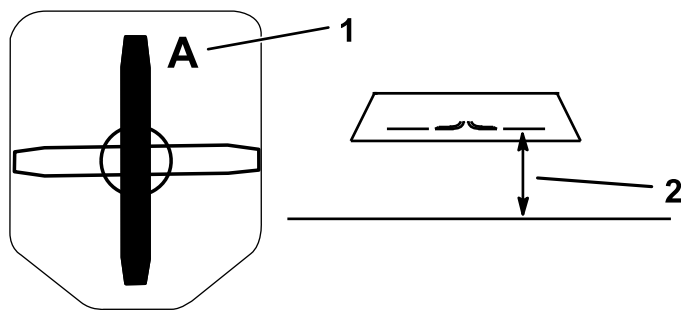

Figura 37
2. Misurate da una superficie piana al tagliente, posizione A, della lama (Figura 37).